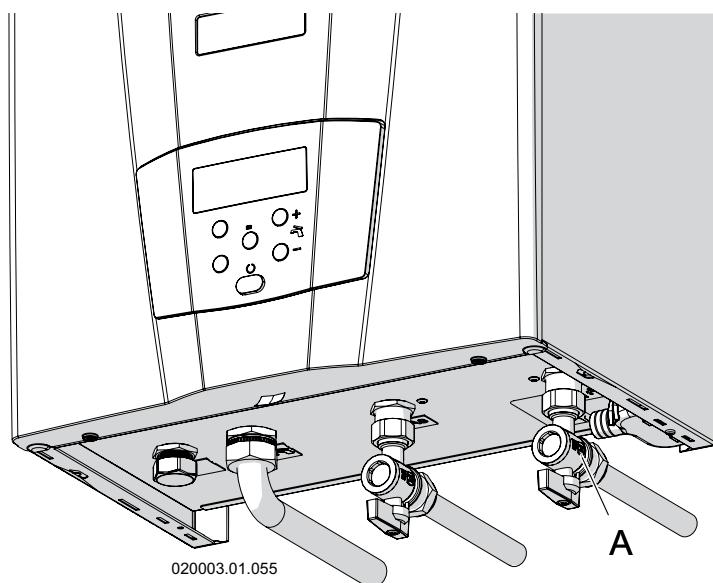

Figura 6-13 - selettore portata acqua calda sanitaria ("A")
- 5.-se la temperatura dell'acqua è troppo fredda occorre ridurre la portata attraverso un rubinetto posto a monte dell'apparecchio, fino al raggiungimento della temperatura desiderata (vedi Figura 6-13, particolare "A").